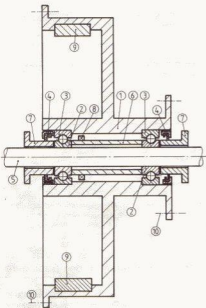

Bild 219
Das Konstruktionsprinzip ist jedoch bei allen Rädern das gleiche, es wird in Bild 219 gezeigt. Daraus ergeben sich zwei Möglichkeiten zum Ausbau der Radlager, von denen die aufwendigere den Vorzug hat, die Bauteile zu schonen und dadurch eine eventuelle Wiederverwendung zu ermöglichen.
- Scharfkantig angeschliffenen Treibdom am Innenring des Radlagers ansetzen, welches dem Zentrierriech (Teil 8 in Bild 219) gegenüberliegt (das deshalb, weil sich die Distanzhülse an ihrer zentrierreifen Seite um etwa 1 mm zur Seite drücken lässt. Das genügt für die scharfe Kante des Treibdoms, das Lager etwas aus seinem Sitz [Lagerausenning] herauszutreiben. Natürlich tut das den Kugeln und den Laufflächen in den Ringen nicht gut, ein so ausgebautes Lager ist nicht wieder verwendungsfähig).